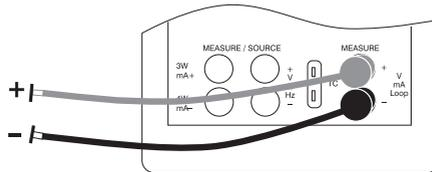

Abbildung 16. Isolierter Eingangsanschluss
2. Wählen Sie den gewünschten primären Parameter für die Messung. Schließen Sie die Prüfkabel an die isolierten Eingänge des Kalibrators an wie in Abbildung 16 gezeigt.